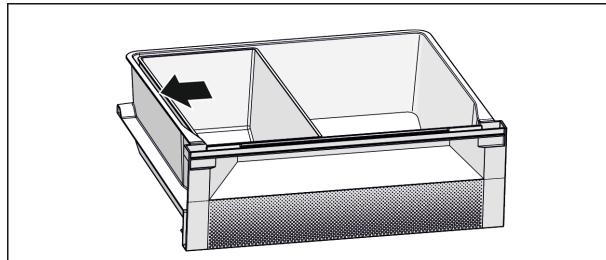

Fig. 6
- ▶ Postavljanje sklede Fish & Seafood. S prikazanim položajem pridobite optimalno hladilno delovanje (glejte Fig. 6).